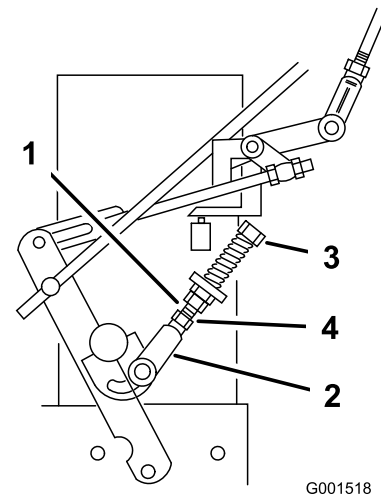

Figure 37
9. Si la roue tourne quand le levier de déplacement est maintenu au point mort, il faut régler les timoneries de commande du point mort (Figure 37). Si la roue s'arrête, passez à l'opération 12.
10. Desserrez l'écrou contre la chape de timonerie de commande de point mort (Figure 37).
11. Ajustez la timonerie de commande du point mort jusqu'à ce que la roue motrice correspondante s'arrête quand le levier de commande est tiré contre le ressort de point mort (position point mort) (Figure 37).
12. Tournez le boulon de réglage d'environ 1/4 de tour dans le sens horaire si la roue tourne en arrière, ou d'environ 1/4 de tour dans le sens antihoraire si la roue tourne en avant (Figure 37).